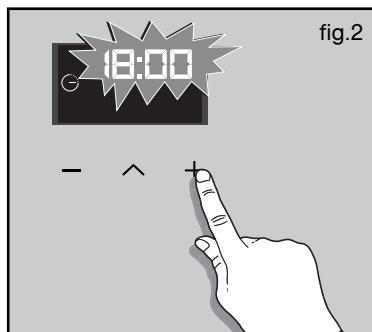

fig.2
- Den gewünschten Endzeitpunkt mit der Taste + oder - einstellen (Abb. 2).